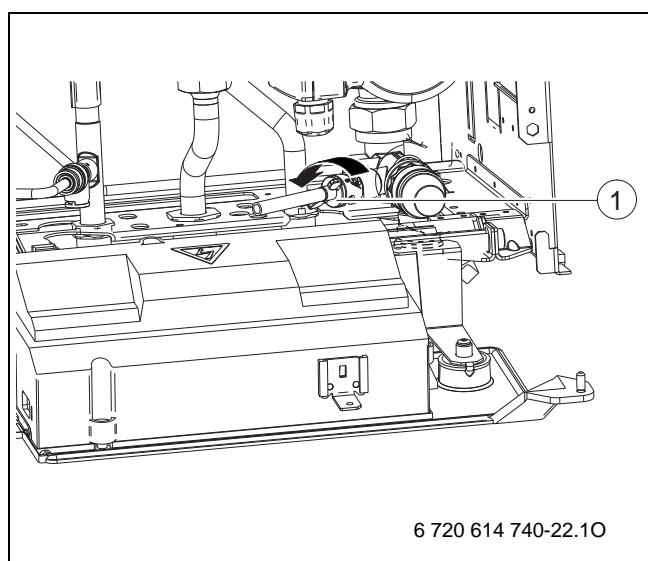

Рис. 38
- ▶ Открыть спускной кран (→ рис. 38, [1]) и слить воду из отопительного контура через присоединенный шланг.